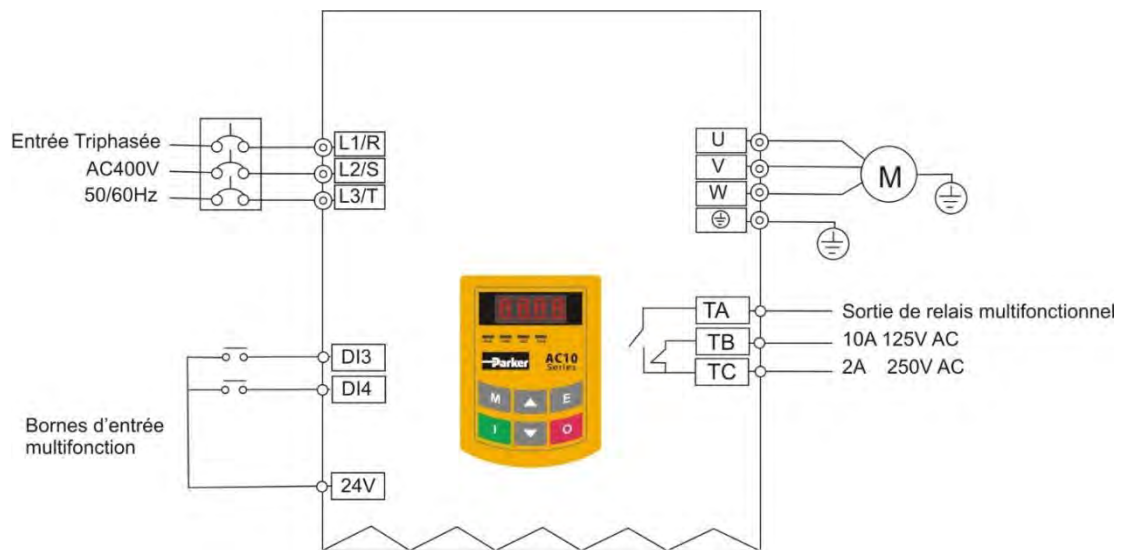

Figure 8-2 Schéma de câblage 2
- i. Connectez les câbles en respectant le **Figure 8-2**. Après avoir vérifié que le câblage a été effectué avec succès, allumez le disjoncteur à l'air libre et mettez l'onduleur sous tension ;